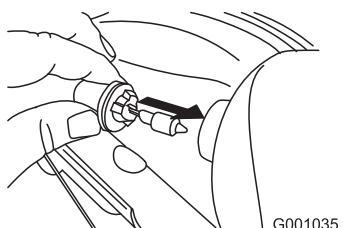

**Figure 53**
3. Sortez directement l'ampoule de l'arrière du phare (Figure 53).